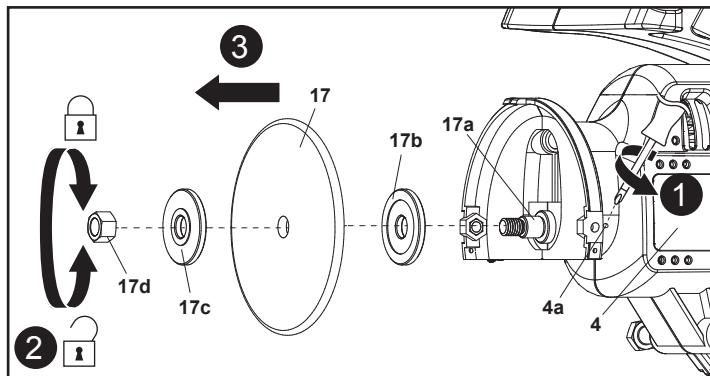

Fig. 12
3. Bloqueie o fuso (17a) com uma chave de fendas adequada (não fornecida) através de um dos orifícios (4a) da estrutura do motor (4) (Fig. 12, passo 1). Rode ligeiramente o disco de desbaste (17) para se certificar que o pino de bloqueio desliza para o orifício correspondente do fuso (17a).
4. Desaperte a porca de aperto (17d) para a esquerda com uma chave adequada (tamanho: 13 mm) (não fornecida) e retire-a juntamente com o flange exterior (17c) e o disco de desbaste (17) (Fig. 12, passos 2 e 3).